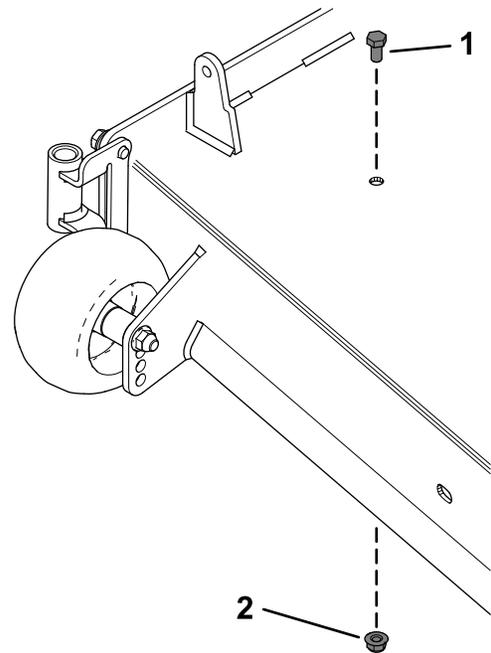

Figure 9
2. Retirez le boulon et l'écrou existants du tablier de coupe (Figure 9).